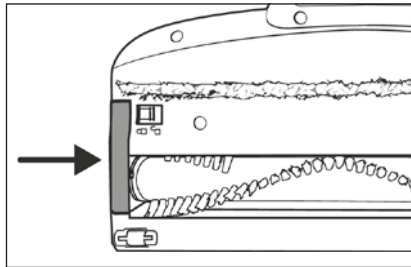

Abb. 27
- 6) Setzen Sie den Bürstenrollenhalter 21 wieder in die Bodenbürste 22 ein. Drücken Sie ihn nach unten, bis er mit einem Klickgeräusch in die Bodenbürste 22 einrastet (siehe Abb. 27).